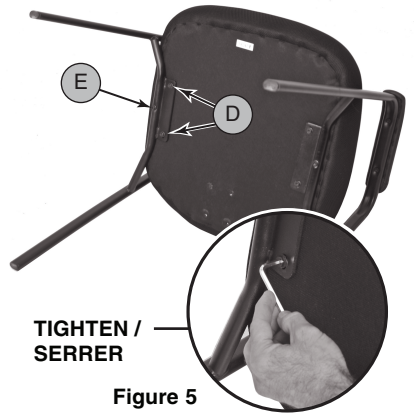

Figure 5
- To attach the second metal leg (C), carefully align the 3 holes on the right side of the seat (B) with the 3 holes on the metal leg (C), as shown in Figure 5. **Ensure that the label indicating the front of the seat is facing up.**
- Pour fixer le second pied métallique (C), centrer les 3 trous du côté droit de l'assise de siège (B) avec les 3 trous du pied métallique droit (C) comme illustré à la figure 5. **S'assurer que l'autocollant identifiant l'avant du siège soit vers le haut.**
- Using two screws (D), one screw (E), and hex key (I), **loosely** attach the seat (B) to the metal leg (C), as shown in Figure 5. **With all 3 screws in place, TIGHTEN ALL SCREWS SECURELY.**
- À l'aide de deux vis (D), une vis (E), et de la clé hexagonale (I), fixer l'assise de siège (B) sur le pied métallique (C), comme illustré à la figure 5. **Avec les 3 vis en place, SERREZ FORTEMENT TOUTES LES VIS.**